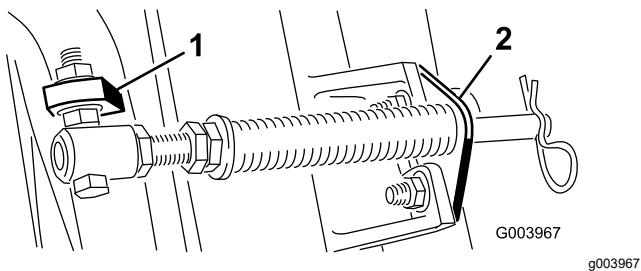

Figura 5
Nota: Posicione a cabeça do parafuso para o lado exterior do separador como se mostra na Figura 5.
D. Monte o suporte da barra nos separadores da unidade de corte com os parafusos de carroçaria e as porcas (Figura 5).